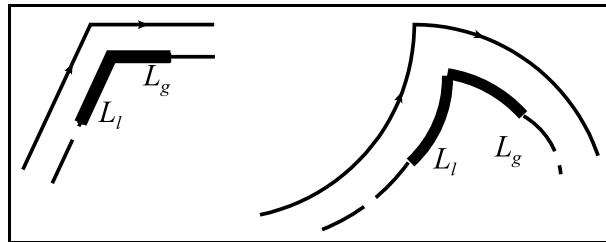

рисунок 6.4.5-3
- 1. при включенном состоянии коррекции плоскостного радиуса инструмента рисунок 6.4.5-1 (G41, G42),
рисунок 6.4.5-2